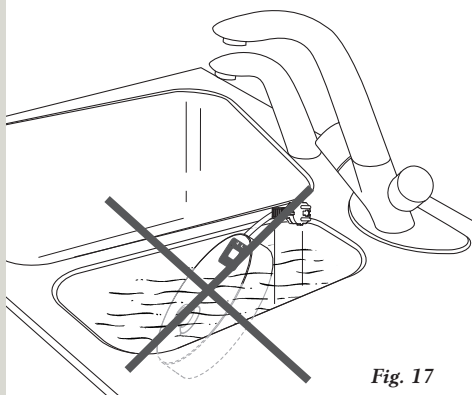

Fig. 17
- Non immergete la base di alimentazione in acqua. (fig. 17)